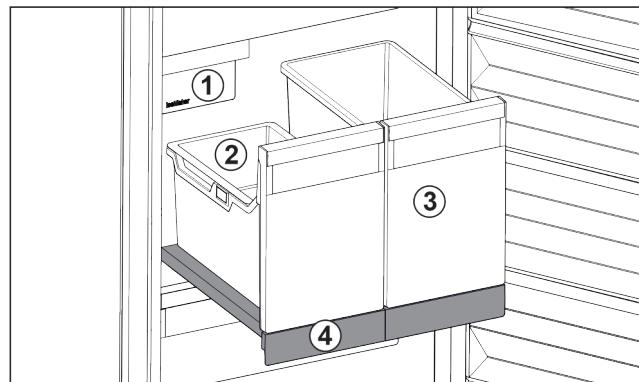

Fig. 32 Витяжна панель IceTower
На витяжній панелі є два високих резервуара (IceTower). В резервуарі Fig. 32 (2) кубики льоду з IceMaker збираються та зберігаються. Резервуар Fig. 32 (3) придатний для зберігання високих харчових продуктів, таких як піца та алкогольні напої.